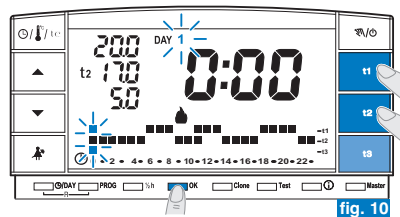

fig. 10
- Confirmer pour chaque heure du jour le type de température désirée (Confort, Économie, Absence) en appuyant sur les touches **t1**, **t2** et **t3** (chaque pression permet la confirmation et le déplacement du digit à l'heure suivante, l'heure correspondante est affichée sur l'écran) jusqu'à compléter le diagramme quotidien de 24 heures relatif au **Lundi**; les deux digits clignotent sur **0:00** (par ex. fig. 10).